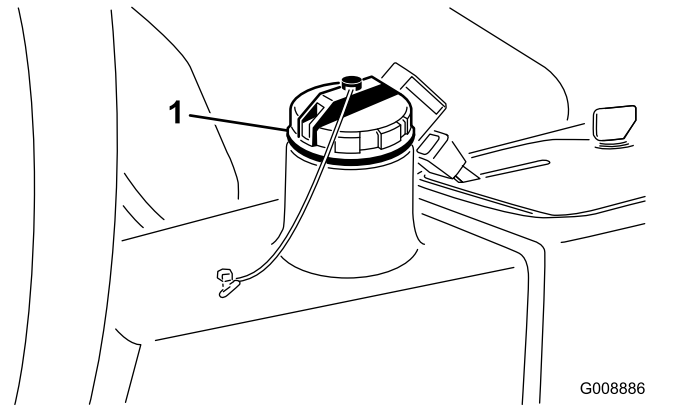

Figura 29
2. Limpie la zona alrededor del cuello de llenado y el tapón del depósito hidráulico (Figura 29). Retire el tapón.